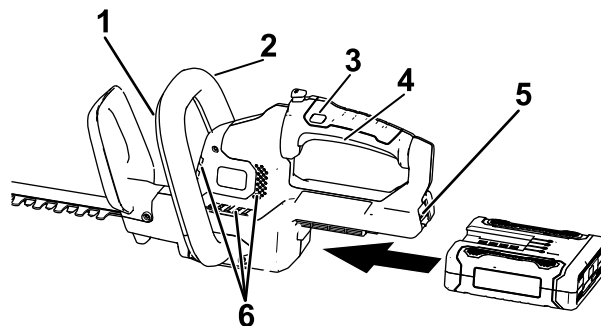

Figure 4
3. Alignez le creux de la batterie sur la languette dans le corps de la poignée, saisissez la poignée et poussez la batterie dans la poignée jusqu'à ce que le verrou s'enclenche en position (Figure 4).
4. Placez une main sur la poignée d'actionnement. Placez l'autre main sur la poignée auxiliaire (Figure 4).
actionnant le commutateur de poignée auxiliaire pour mettre le taille-haie en marche (Figure 4).
Le taille-haie reste en marche tant que vous appuyez sur le commutateur de poignée auxiliaire et la gâchette. Vous pouvez relâcher le commutateur de verrouillage une fois que le taille-haie est en marche (Figure 4).
Pour arrêter le taille-haie, relâchez la gâchette, le commutateur de la poignée auxiliaire ou les deux (Figure 4). Patientez au moins 5 secondes jusqu'à l'arrêt complet de la lame.